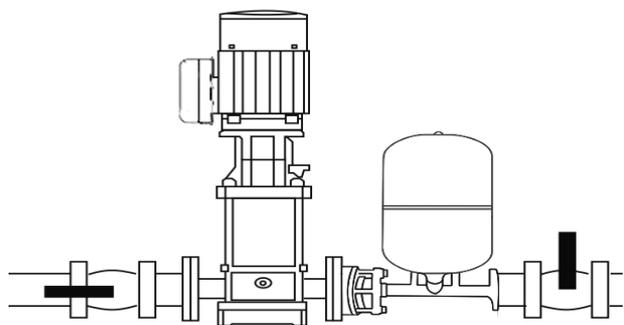

Рисунок 1
2. **Перед первым запуском** необходимо заполнить насосную камеру водой. Для этого откройте вентиль на входном трубопроводе и закройте вентиль на выходном трубопроводе (смотрите рисунок 1 ниже). Затем открутите пробку